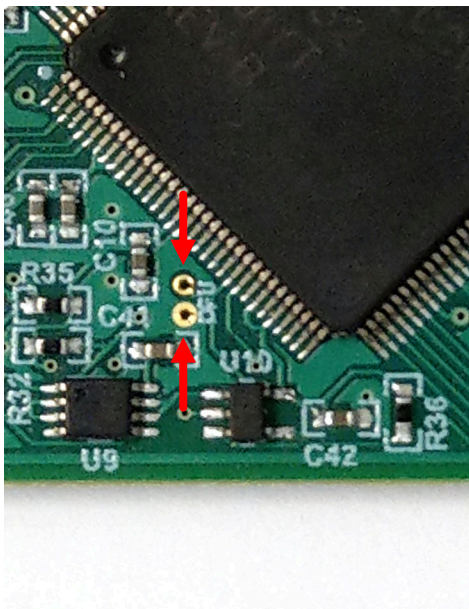

图 4-3. 用于手动进入 DFU 模式的测试点
- 使用一对镊子（或导线）短接标记为 DFU（如图 4-3 所示）的两个测试点时，按下并松开 RESET 按钮。